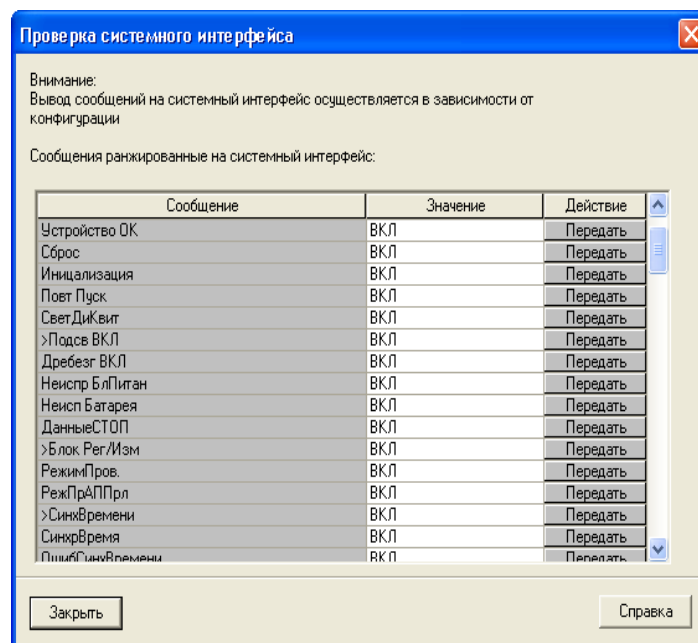

Рисунок 3-23 Проверка Системного интерфейса; диалоговое окно: Генерирование послыки сообщений - пример
- Щелкните два раза на элементе списка **Формирование сигналов**. Откроется диалоговое окно **Проверка системного интерфейса** (см. Рисунок 3-23).